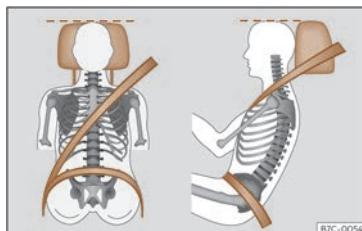

Fig. 17 Banda del cinturón y apoyacabezas ajustados correctamente.
- Ajuste el apoyacabezas de modo que el borde superior quede, en la medida de lo posible, a la altura de la parte superior de la cabeza, lo más cerca posible de la altura de los ojos¹⁾ >>> **pág. 134**. Mantenga la nuca lo más cerca posible del apoyacabezas >>> **fig. 17**.
- Ajuste longitudinalmente el asiento de forma que pueda pisar a fondo los pedales con las rodillas ligeramente flexionadas y que quede una distancia entre la zona de las rodillas y el tablero de instrumentos de al menos 10 cm (4 pulgadas) >>> **fig. 17.**